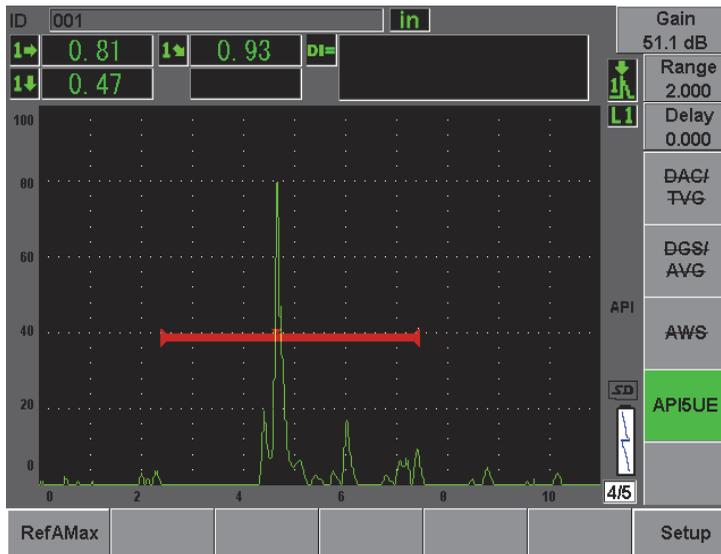

Рис. 12-25 Сохранение точки  $A_{\max}$
5. Нажмите **[P1] RefAMax**, чтобы сохранить точку  $A_{\max}$ , а затем нажмите **[P1]**, чтобы подтвердить это (см. Рис. 12-25 на стр. 268).